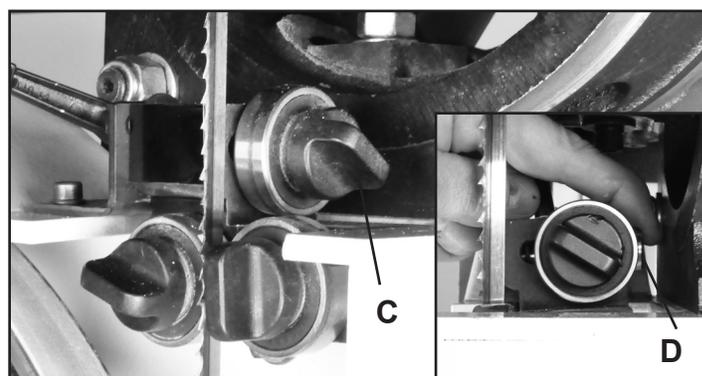

FIGURE 27 REMARQUE : Garde-lame retiré à des fins de photo
4. Ajustez le guide de roulement arrière pour qu'il soit juste dégagé à l'arrière de la lame de la scie. Libérez la poignée de verrouillage du guide (Fig. 27, C) et déplacez le guide arrière vers la lame en poussant l'extrémité de l'arbre du guide arrière (#31E, D), ou utilisez la poignée de verrouillage pour tirer le guide vers la lame. Serrez la poignée une fois que c'est fait.